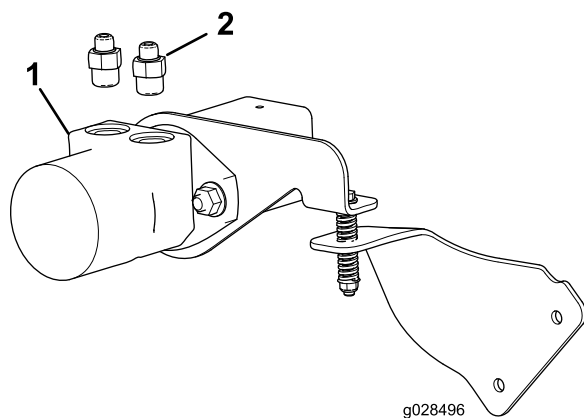

Figure 3
4. Montez les 2 raccords hydrauliques droits (5/8 po) sur le moteur hydraulique, comme montré à la Figure 3.
2. Raccord hydraulique droit (5/8 po) (2)
5. Serrez les raccords à 90 degrés des 2 flexibles hydrauliques sur les 2 raccords droits (Figure 3) à la main.
6. Montez un raccord rapide mâle à l'autre bout de chacun des 2 flexibles hydrauliques (Figure 3).